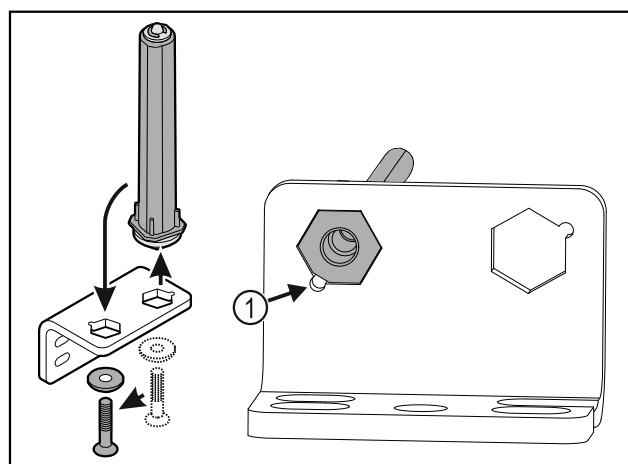

Fig. 26
- Verificare che durante l'inserimento lo smusso del perno Fig. 26 (1) sia rivolto verso il foro circolare.